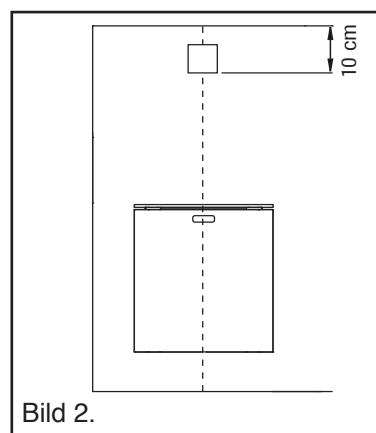

Bild 2.
- Installera temperatursensorn på väggen ovanför bastuaggregatet, så att den befinner sig 100mm nedanför taket. (se Fig. 2)